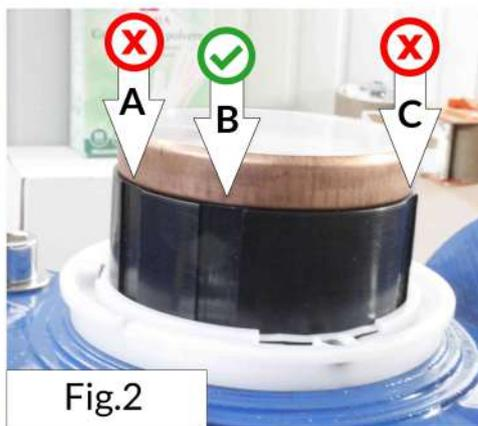

Fig.2
- 3) individuare la sede "pos.B" sul lato del quadrante come in Fig. 2, ricordando che la pos.A e la pos.C non sono utilizzabili;